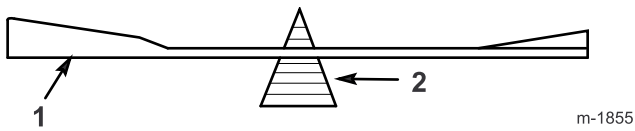

Bild 41
2. Überprüfen Sie die Auswuchtung jedes Messers auf einer Ausgleichsmaschine (Bild 41). Wenn das Schnittmesser in seiner horizontalen Position bleibt, ist es ausgewuchtet und kann wiederverwendet werden. Feilen Sie, wenn das Schnittmesser nicht ausgewuchtet ist, an der Rückseite des Messers etwas Metall ab. Wiederholen Sie diesen Vorgang, bis das Messer ausgewuchtet ist.